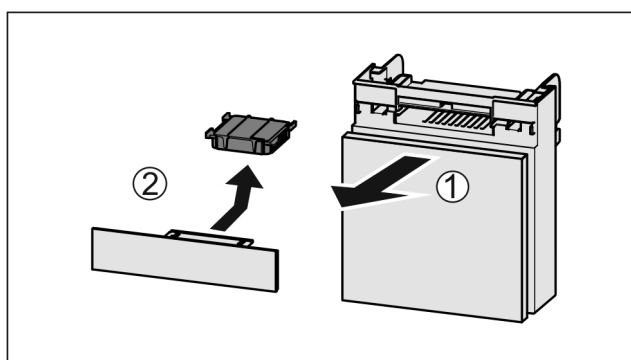

Fig. 72
- Træk rummet fremad Fig. 72 (1).
- Tag aktivkulfilteret Fig. 72 (2) ud.